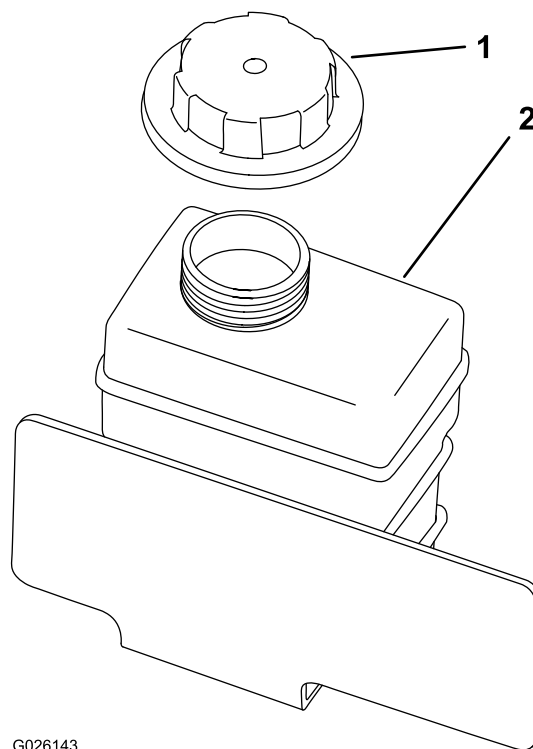

Figura 56
4. Retire el tapón del depósito auxiliar (Figura 56).
8. Llene lentamente el depósito auxiliar de refrigerante hasta que el nivel llegue al borde inferior del cuello de llenado (Figura 56).
9. Instale el tapón del depósito auxiliar (Figura 56).